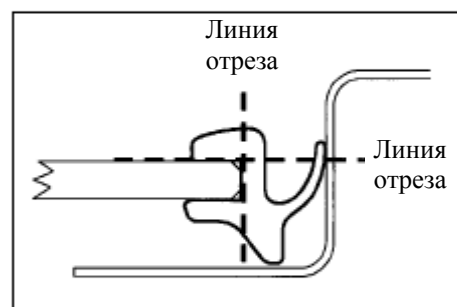

Рис. 551
6. Демонтируйте наружный уплотнитель заднего стекла (рис. 551)